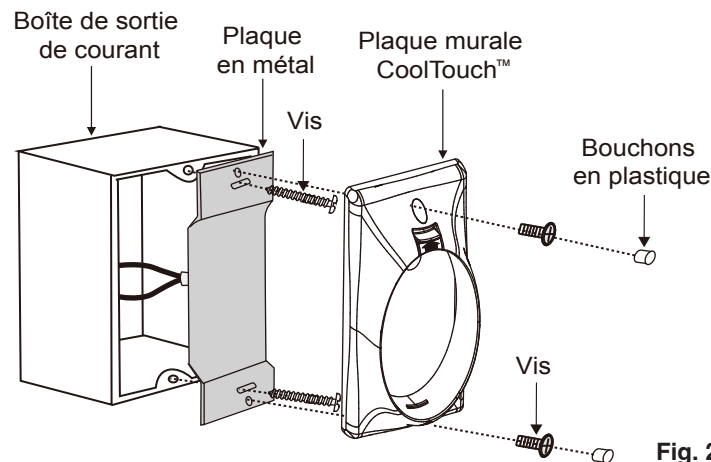

Fig. 29
Étape 2. Installez la plaque en métal et la plaque murale CoolTouch™ sur la boîte de sortie de courant murale existante à l'aide des 4 vis fournies. Placez ensuite les deux bouchons en plastique dans la plaque murale. (Fig. 29)